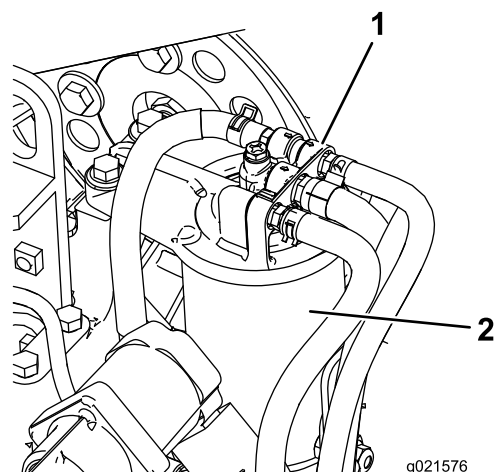

Bild 55
1. Reinigen Sie den Bereich um den Kraftstofffilterkopf (Bild 55).
2. Entfernen Sie den Filter und reinigen die Kontaktfläche (Bild 55).